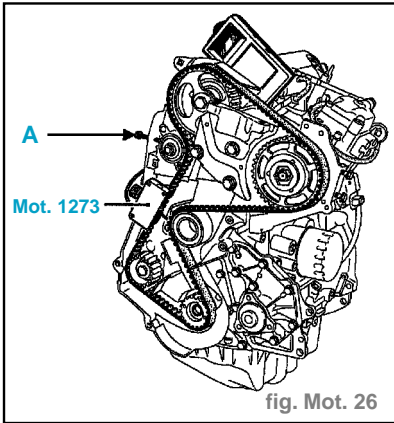

fig. Mot. 26
- Mettre le galet tendeur en appui sur la courroie en vissant la vis (A) sur le carter intérieur de distribution. (fig. Mot. 26)
- Placer le capteur du Mot. 1273. (fig. Mot. 26)
- Placer le capteur du **Mot. 1273**. (fig. Mot. 26)